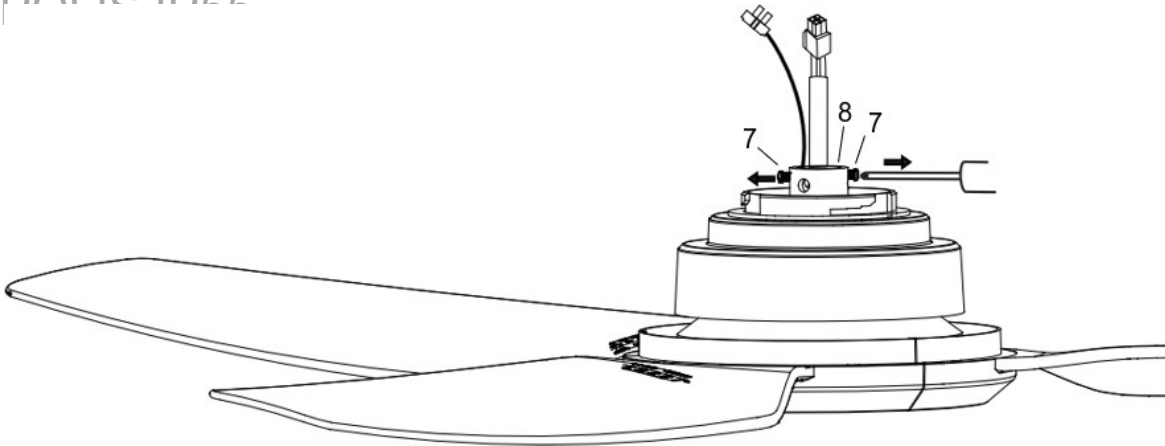

Рис. 5.2
2. Ослабте регулювальні гвинти (7) на корпусі муфти нижньої тяги (8). (Рис. 5.2)